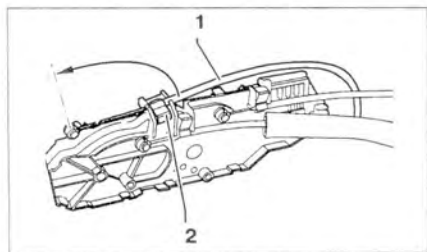

Рис. 9.71. Отсоедините фиксатор 2. Переместите трос 1 вверх (стрелка) и отцепите его.
12. Отсоедините фиксатор 2 (рис. 9.71). Переместите трос 1 вверх (стрелка) и отцепите его.